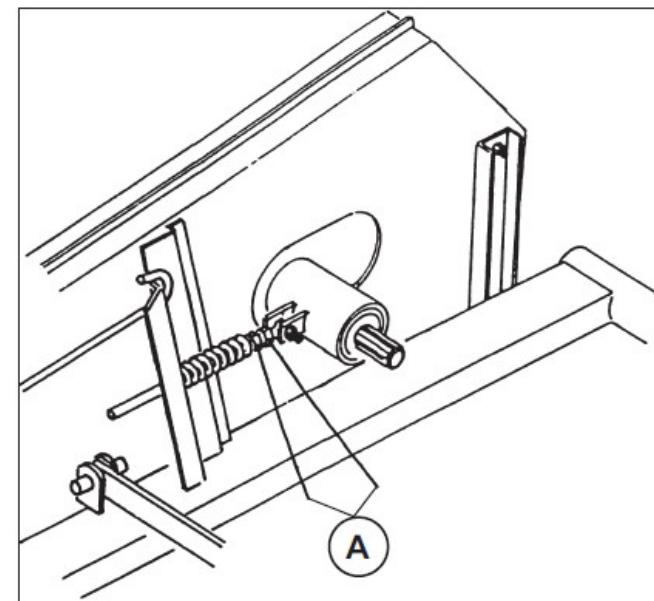
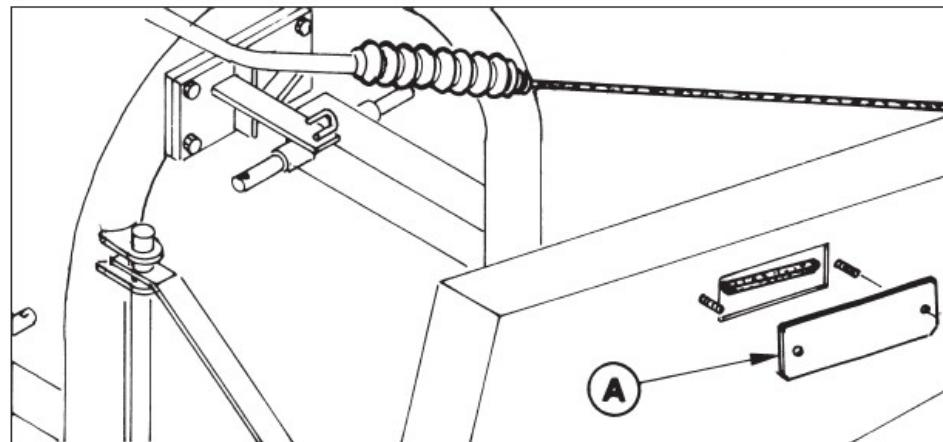

FIG. 5.2
FIG. 5.3
Controllare periodicamente la tensione delle cinghie tramite la finestrella (A) (Fig. 5.3) riportata nel carter di protezione. Se necessario agire sul dado e controdado (A) (Fig. 5.2).
Check periodically belt tension. Unscrew small window opening on protection guard ("A" Fig. 5.3). If necessary tighten belt using nut and conternut "A" (Figure 5.2).
Controlar periódicamente la tensión de las correas a través de la ventanilla (A) (Fig. 5.3) del cárter de protección. En caso necesario, regular la tuerca y la contratuerca (A) (Fig. 5.2).
Contrôler périodiquement la tension des courroies à travers le hublot (A) (Fig. 5.3) qui se trouve sur le carter de protection. Si nécessaire, agir sur l'écrou et le contre-écrou (A) (Fig. 5.2).